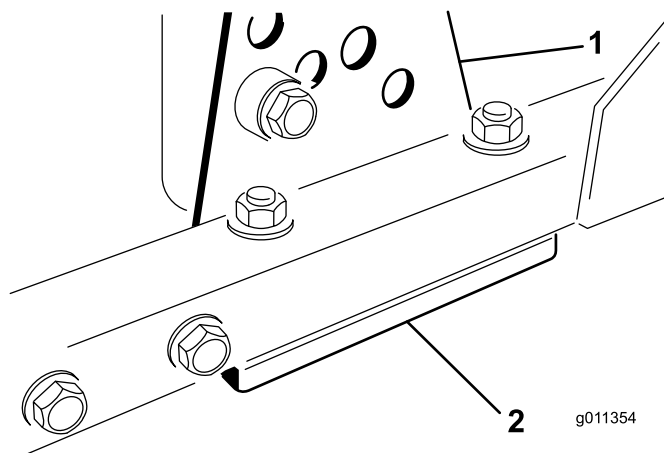

Рисунок 70
1. Снимите кронштейн высоты скашивания (передний, левый или правый) с рамы деки (Рисунок 70).
2. Установите регулировочные прокладки толщиной 1,5 мм и/или 0,7 мм между рамой деки и кронштейном, чтобы получить необходимую регулировку высоты (Рисунок 70).